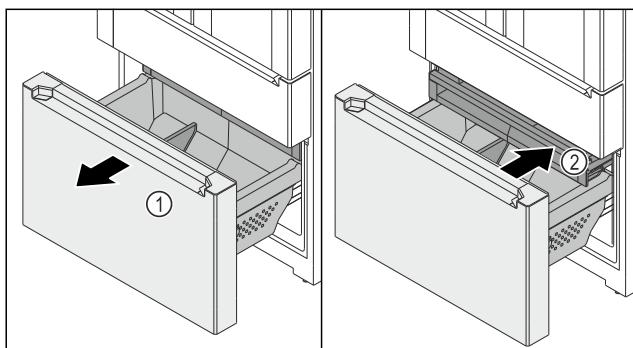

Fig. 151
- Изтеглете изтеглящата се ракла Fig. 151 (1) докрай.
- Чекмеджето Fig. 151 (2) е автоматично изтеглено.
- Вкарайте чекмеджето Fig. 151 (2).